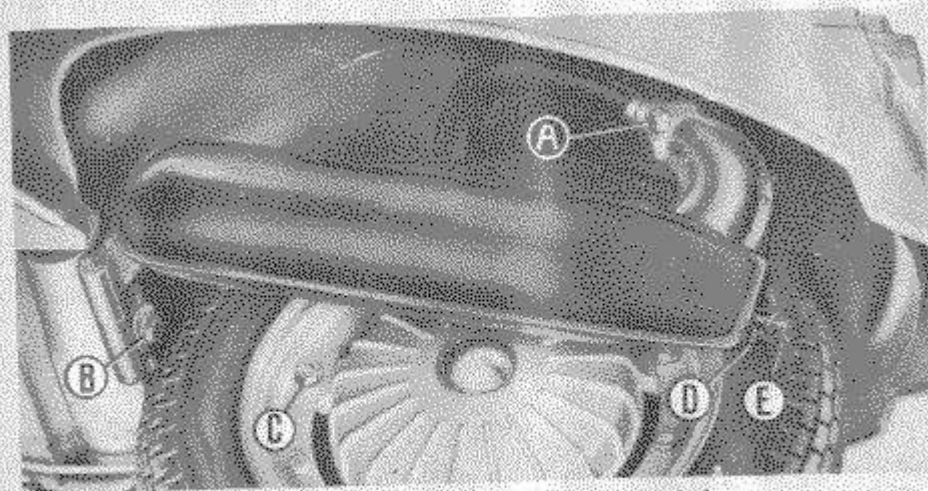

Fig. 15 - Smontaggio ruota posteriore del veicolo
Togliere il carburatore, la marmitta di scarico (fig. 15), la ruota posteriore (fig. 15), allentare il bullone di fissaggio sul braccio motore (n. 9, fig. 1), sganciare l'ammortizzatore posteriore e far ruotare il motore verso il basso per smontare la «cuffia».
Per togliere la ruota posteriore (dadi di fissaggio «C», fig. 15) occorre prima ruotare la marmitta verso il basso mediante smontaggio dei fissaggi superiori «A» della marmitta (chiave a tubo da 13 mm.) e allentando il fissaggio «B» alla traversa (ved. fig. 15).
2) - Estrarre (agendo sulla vite « D ») il tubo di scarico « E » della marmitta (fig. 15) e disincrostare.